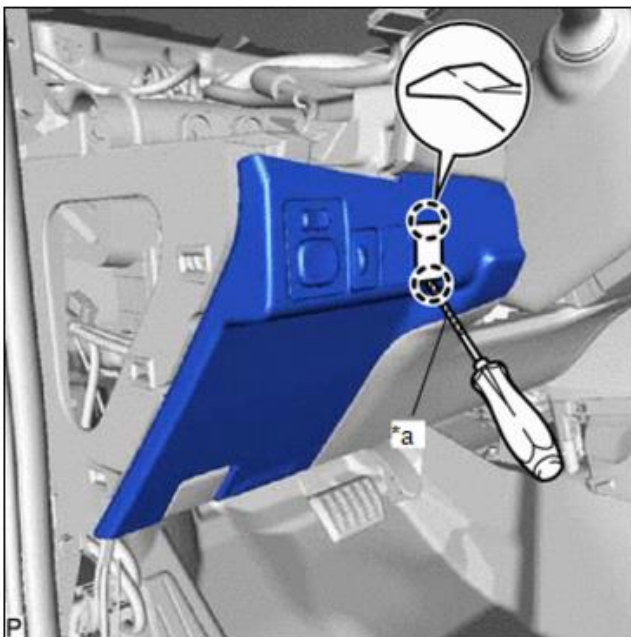
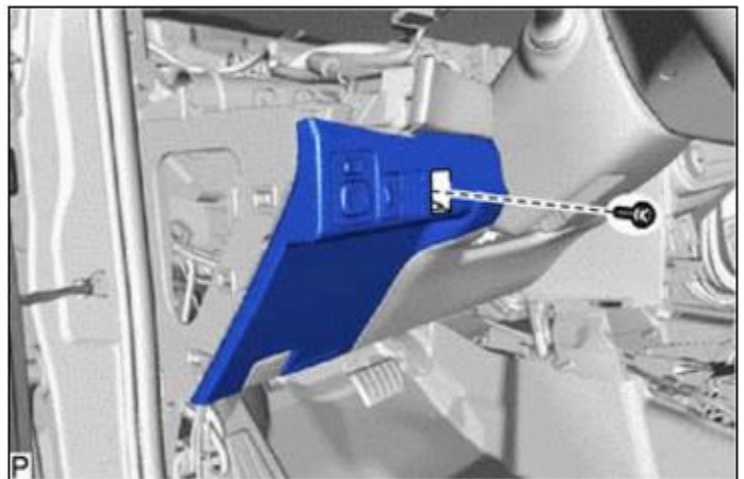

FIG. 7
FIG. 8
- Remove cover per **Fig.7** and bolt per **Fig. 8**